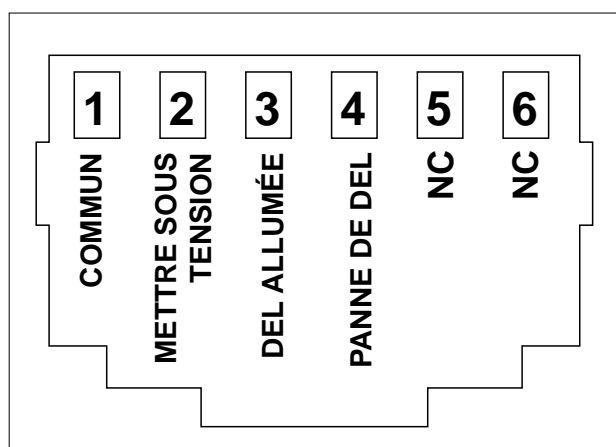

Figure 11 : Connecteur RJ12 avec les signaux des broches
Se reporter à la figure 11. Installation de AC Power Analyser, procéder comme suit :
3. Brancher les câbles de communication RJ12 à l'onduleur (le cas échéant). La figure 11 illustre quel type de signal provient de quelle broche.
7. Incorporer un fusible qui est approprié au câblage dans les deux (2) fils CA et brancher les câbles CA dans l'entrée CA (fig. 11, point 1). Insérer la fiche CA avec couvercle compris dans l'ensemble.
Au moins un des trois dispositifs MasterBus doit fournir la tension au MasterBus. Si le CA est disponible à l'entrée (figure 11, point 1), AC Power Analyser met sous tension le MasterBus.